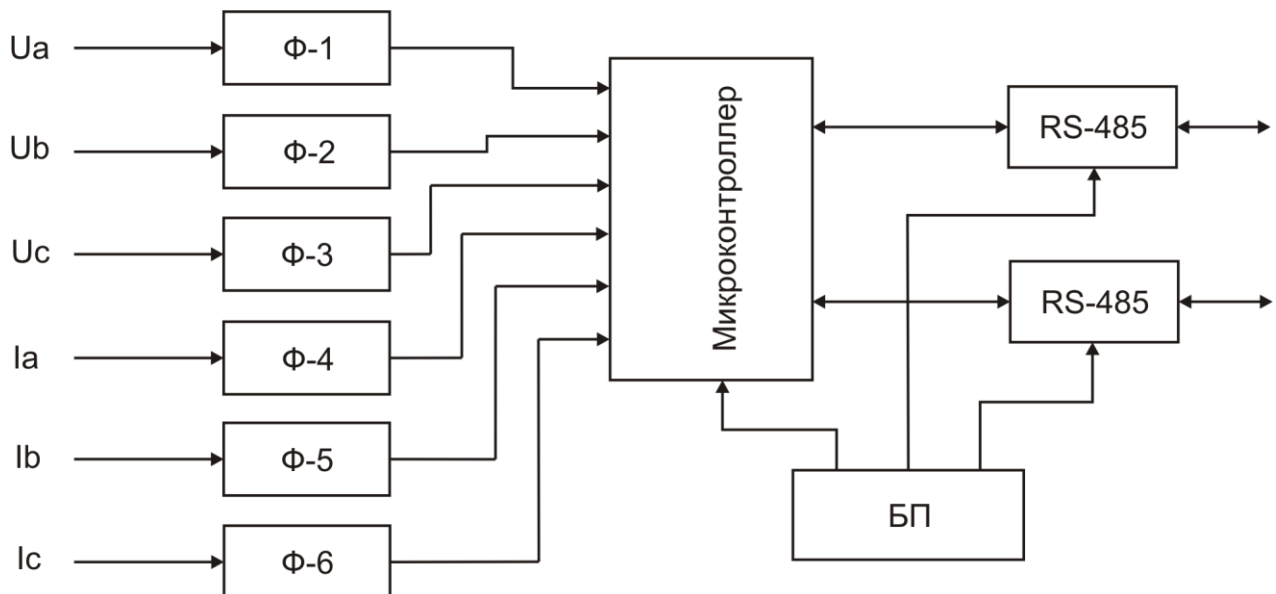

Рисунок 1 Функциональная схема ЕТххх
1.4.3 Электрическая часть ПИМ (Рисунок 1) состоит из формирователей входных сигналов токов и напряжений (Ф-1 – Ф-6), электронного вычислительного модуля (микроконтроллера), двух модулей интерфейсов (RS-485) и модуля питания (БП).